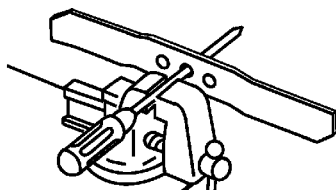

Figure 28
1. Pour vérifier l'équilibrage de la lame, l'enfiler par son orifice central sur un tournevis ou un clou maintenu à l'horizontale dans un étau (Fig. 28).